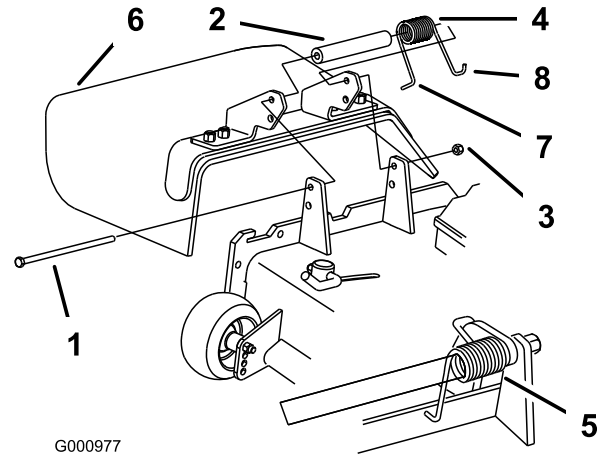

Figure 95
1. Retirez le contre-écrou, le boulon, le ressort et l'entretoise qui fixent le déflecteur aux supports de pivot (Figure 95). Enlevez le déflecteur s'il est endommagé ou usé.
**Remarque:** Prenez soin de placer l'extrémité en L du ressort derrière le bord du tablier avant de mettre le boulon en place, comme indiqué à la Figure 95.
3. Remettez le boulon et l'écrou. Accrochez l'extrémité en J du ressort au déflecteur d'herbe (Figure 95).